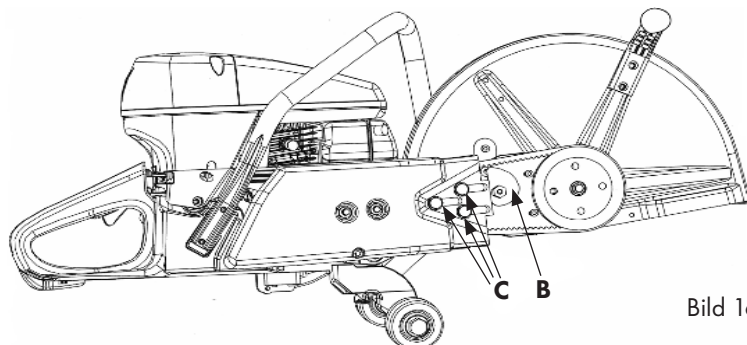

Bild 16
- Vrid klämskruven (B) så att muttern (C) hamnar rakt under pilen på kåpan, bild 16.
- Dra åt de två skruvarna (A) ordentligt.